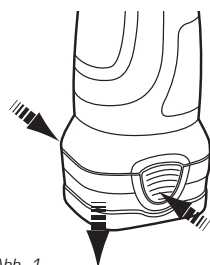

Abb. 1
1. Entnehmen Sie den Akku-Pack (11) vom Elektrowerkzeug, indem Sie die Akku-Entriegelungstasten (10) auf beiden Seiten des Elektrowerkzeugs drücken und den Akku-Pack aus dem Handgriff (9) ziehen (Abb. 1).